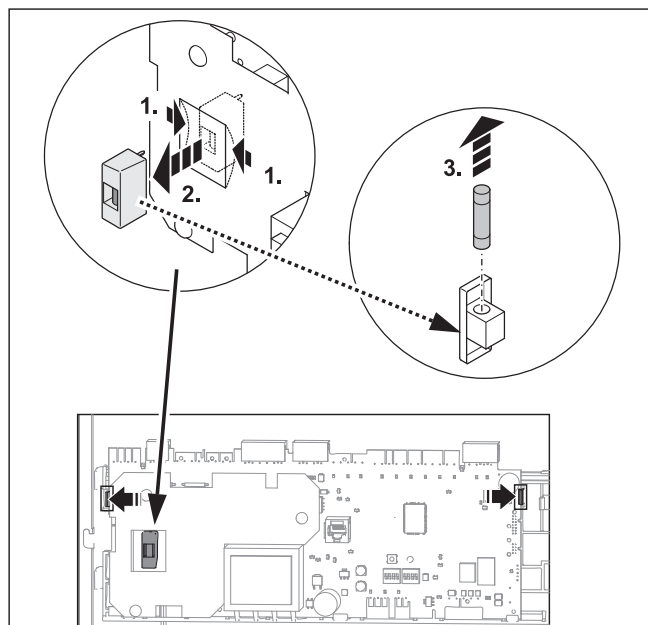

Bild 6-7 Sicherung austauschen
- 4 Schaltplatine austauschen. Zum Herausheben die seitlichen Halteclips (Bild 6-7) vorsichtig nach außen drücken.
- 1 Sicherung austauschen (Bild 6-7).